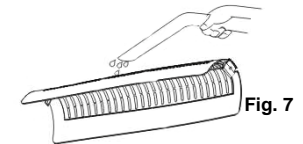

Fig. 7
3. Para limpiar la rejilla, puede utilizar una aspiradora con un accesorio esquinero o cepillo para limpiar el polvo atrapado entre sus ranuras. Luego límpiela con un trapo húmedo para quitar los restos de polvo y tierra. (Fig. 7)